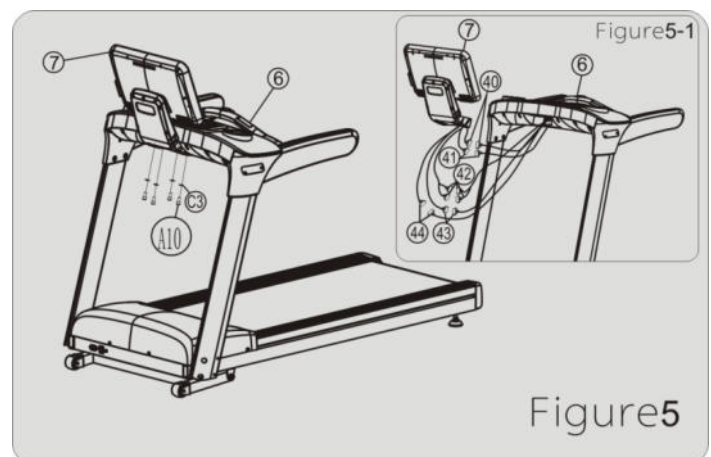

Figure5
2- Connecter l'écran d'affichage (7) au guidon et au panneau de commande (6) à l'aide de quatre jeux de boulons demi-ronds M10X25(A10) et de rondelles plates $\phi 10$ (C3). (Attention : aligner le trou de la vis) (Voir Figure 5)
2 Connect the display screen (7) to handlebar and controlling panel (6) by four sets of half-round bolt M10X25(A10), flat washers $\phi 10$ (C3). (Attention: To align screw hole) (See Figure 5)